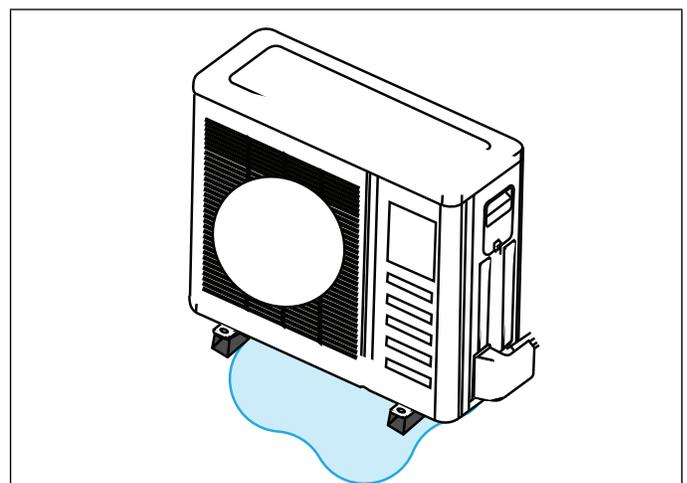

Figure 14. Éviter les dangers causés par le gel de l'eau de dégivrage
- Faire très attention à l'élimination de l'eau de dégivrage pour éviter que la glace empêche l'utilisation des allées ou crée un danger à proximité de l'unité extérieure comme illustré à la «Figure 14. Éviter les dangers causés par le gel de l'eau de dégivrage».
- Quand les vents dominants sont du côté évacuation, positionner la chicane anti-vent à un minimum de 79 pouces (2007 mm) de l'avant de l'unité comme illustré à la Figure 14. Barrière anti-vent